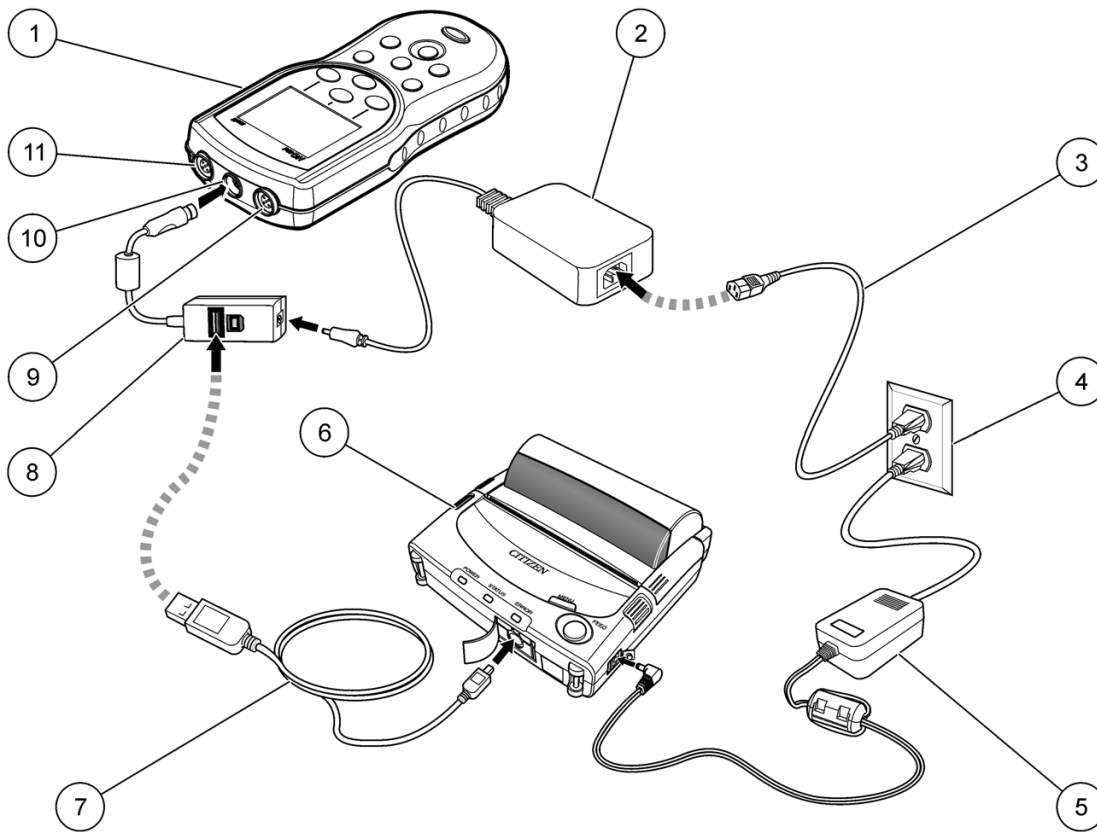

Figura 13 Conexión de impresora
- Conecte la impresora al adaptador USB/CC al medidor y a la alimentación. Consulte la Figura 13.